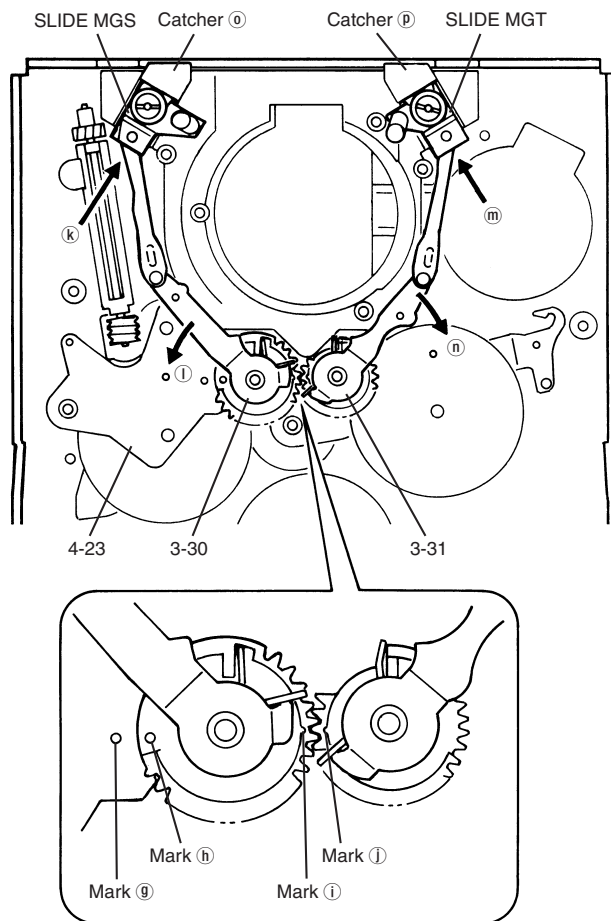

Fig. 3-4
- 1) As shown in Fig. 3-4, install 3-30 so that mark ⑨ on 3-30 is aligned with mark ⑩ on 4-23.
- 2) Insert SLIDE MGS into the groove of catcher ⑥ by pushing it from the direction of arrow ④.
- 1) As shown in Fig. 3-4, install 3-31 so that mark ⑪ on 3-31 is aligned with mark ⑩ on 3-30.
- 2) Insert SLIDE MGT into the groove of catcher ⑦ by pushing it from the direction of arrow ⑤.
- 1) 図3-4のように、3-30のマーク ⑨と4-23のマーク ⑩が一致するように3-30を取り付ける。
- 2) SLIDE MGSを矢印 ④の方向からキャッチャー ⑥の溝に挿入する。(3-30のレバーを片方の指で矢印 ①の方向に戻しながら他方の指でSLIDE MGSをキャッチャー ⑥の溝に挿入し、指を離す。)
- 1) 図3-4のように、3-31のマーク ⑪と3-30のマーク ⑩が一致するように3-31を取り付ける。
- 2) SLIDE MGTを矢印 ⑤の方向からキャッチャー ⑦の溝に挿入する。(3-31のレバーを片方の指で矢印 ②の方向に戻しながら他方の指でSLIDE MGTをキャッチャー ⑦の溝に挿入し、指を離す。)